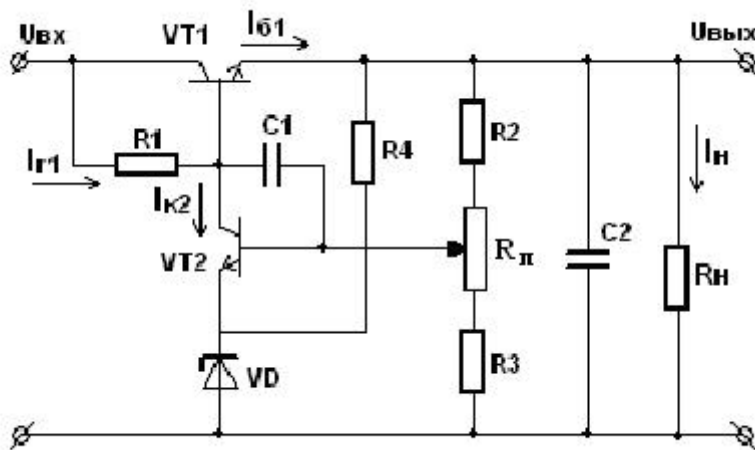

Рис. 5.2
Чаще всего применяются компенсационные стабилизаторы с последовательным включением регулирующего транзистора. Схема источника питания со стабилизированным выходным напряжением, приведенная на рис. 5.2, содержит:
3. Как будет изменяться напряжение на выходе компенсационного стабилизатора, если перемещать движок потенциометра R_n вниз (рис. 5.2)?